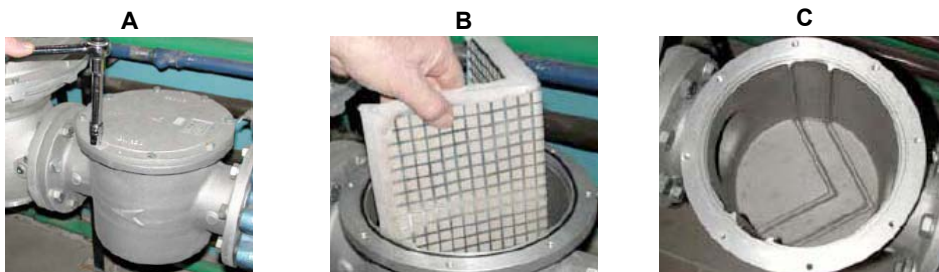

Рис. 23
- Очистите и проверьте патрон газового фильтра, в случае необходимости замените его (см. Рис. 23);